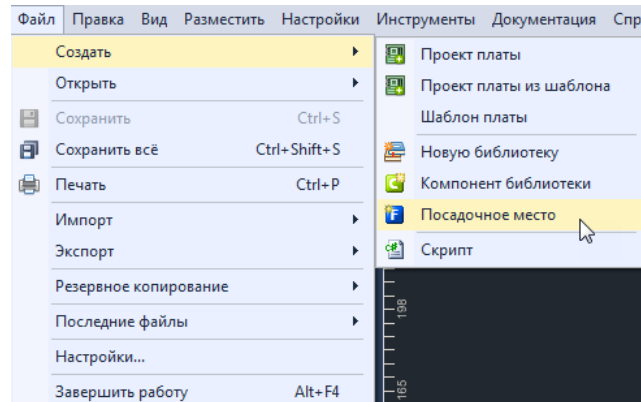

Рис. 77 Создание посадочного места через раздел «Файл» главного меню
- При создании посадочного места через раздел «Файл» главного меню перейдите в раздел «Файл» главного меню, откройте выпадающий список «Создать» и воспользуйтесь пунктом «Посадочное место», Рис. 77.